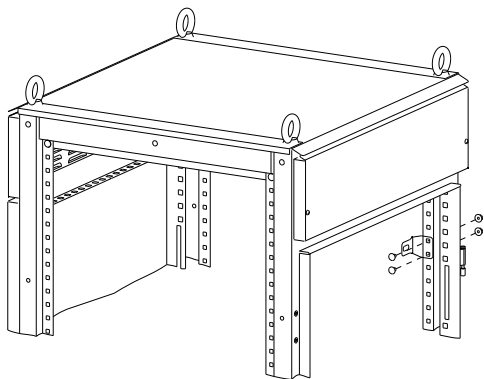

Рисунок 17
8.2.2 Придерживая болт, вставьте его с Кронштейном в квадратное отверстие стойки корпуса и закрепите гайкой М6 (рисунок 17).